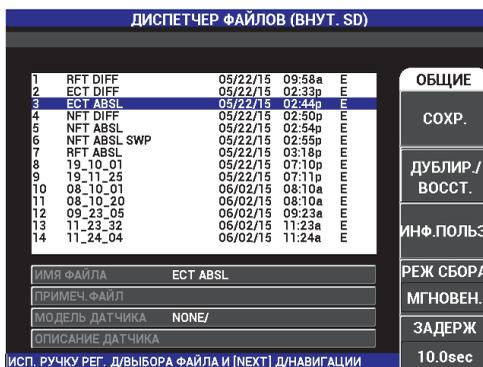

Рис. 4-15 Функция СОХРАНИТЬ
Чтобы перезаписать файл, выберите его с помощью ручки регулятора и нажмите клавишу меню MEM () (SD); после того, как откроется окно ОБЩИЕ, нажмите клавишу A (см. Рис. 4-15 на стр. 107).